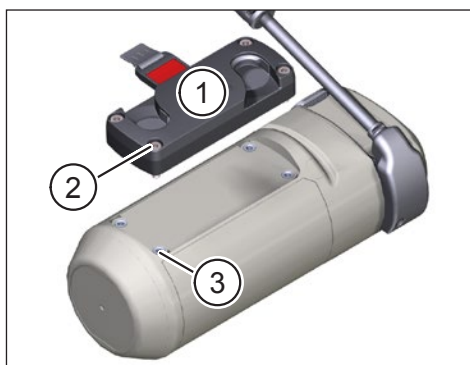

Fig. 3: FIDLOCK® Force Connector am Range Extender befestigen
- Fissate il connettore FIDLOCK® Force (Pos. 1 in Fig. 3) del Range Extender usando le quattro viti della testa del cilindro M4 × 16 ad esagono cavo fornite (Pos. 2 in Fig. 3) nei fori (Pos. 3 in Fig. 3).